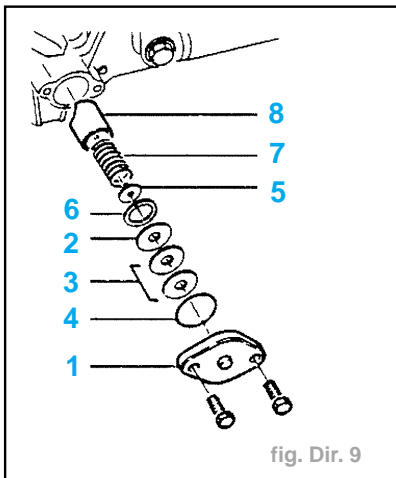

fig. Dir. 9
- Déposer (fig. Dir. 9) :
- la plaque de fermeture (1),
- la cale élastique (2),
- les cales de réglage (3),
- le joint torique (4),
- la coupelle (5),
- la rondelle (6),
- le ressort (7),
- le poussoir (8).
- Mettre en place (fig. Dir. 9) :
- S'assurer de la présence de la rondelle (6) (fig. Dir. 9).